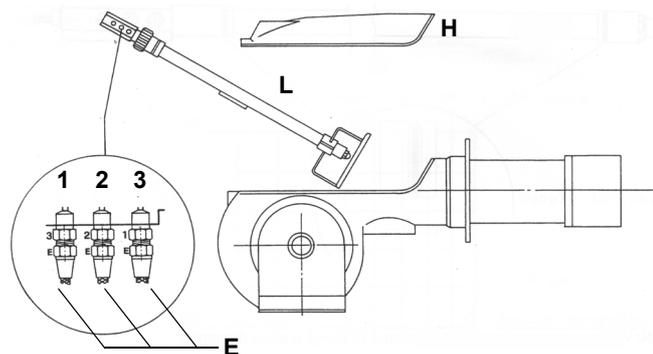

Fig. 20
- Svitare i connettori nafta **E** (Fig. 20) che fissano i flessibili nafta alla lancia **L** e rimuovere il gruppo completo come mostrato in figura.